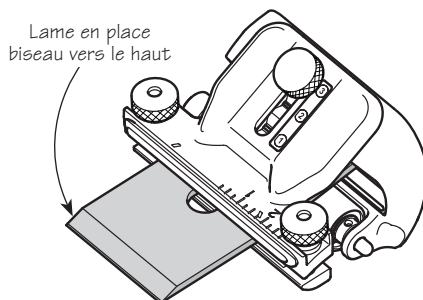

Figure 14 : Position de la lame pour affûter un contrebiseau
Pour créer un angle de contrebiseau de 10° ou plus, il suffit de régler le porte-lame à la position ③ (vert) et de positionner la butée en suivant l'échelle ③ (vert) du gabarit de réglage de la lame. Placer la lame avec le biseau principal vers le haut, comme l'illustre la **figure 14**, et positionner la flèche de la molette de réglage du rouleau à 12 h.